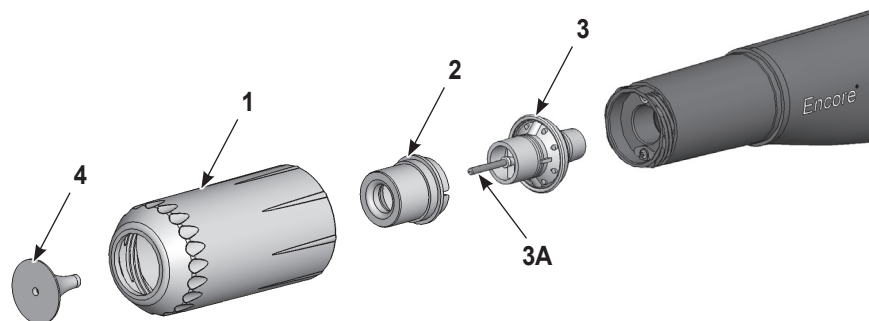

Abbildung 9 Optionale Ablenker und Konusdüsen ersetzen
1. Siehe Abbildung 9. Den Ablenker (4) zum Ersetzen vorsichtig von der Elektrodenbaugruppe (3) abziehen. Wenn nur der Ablenker ersetzt wird, den neuen vorsichtig auf der Elektrodenbaugruppe installieren und den Elektrodendraht nicht verbiegen.
2. Zum Ersetzen der gesamten Düse die Düsenmutter (1) gegen den Uhrzeigersinn losschrauben.
3. Die Konusdüse (2) von der Elektrodenbaugruppe abziehen.